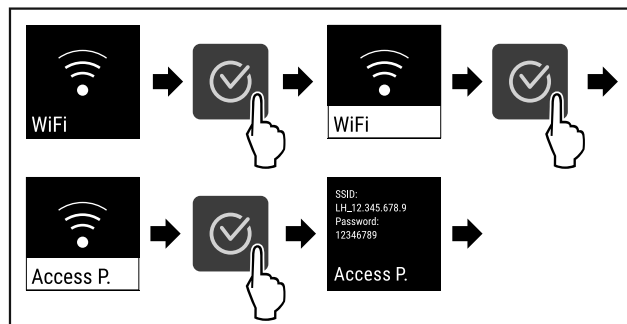

Fig. 81
- ▶ Выполните шаги действия **id-bh-rro** Fig. 81.